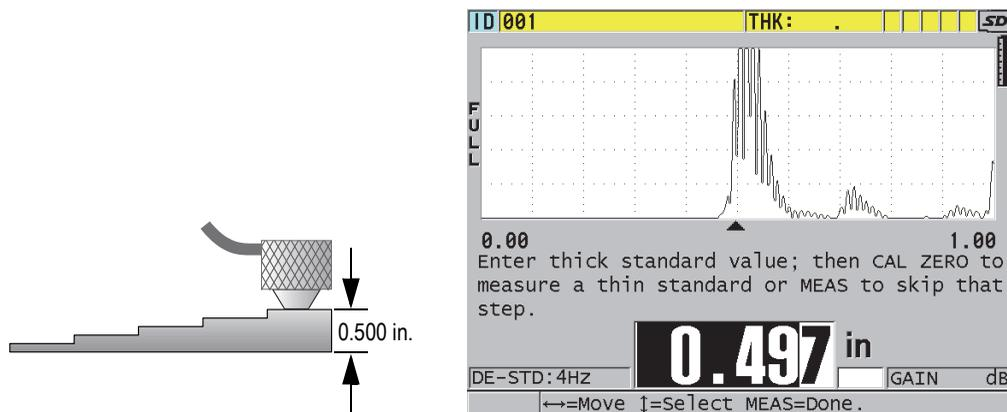

図 5-4 階段状試験片（5段階）での材料音速校正の実行
1. 材料音速校正を実行するには（74 ページ図 5-4 参照）：